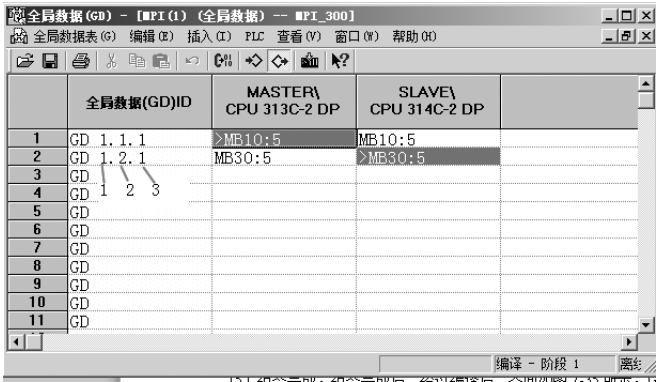

图 8-51 组态完成界面
15) 组态完成。经过编译后的界面如图 8-51 所示。GD X. Y. Z (如 GD 1. 2. 1) 的含义见表 8-6。